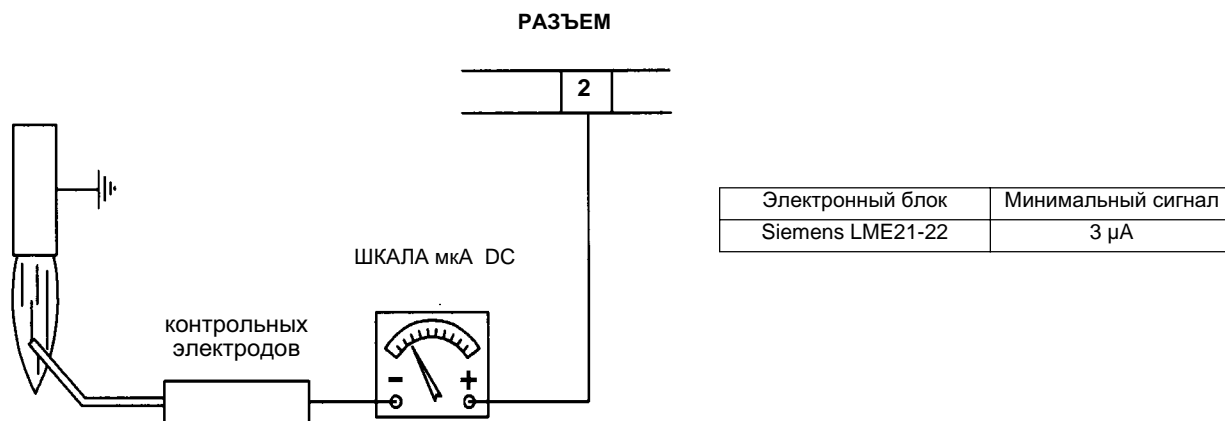
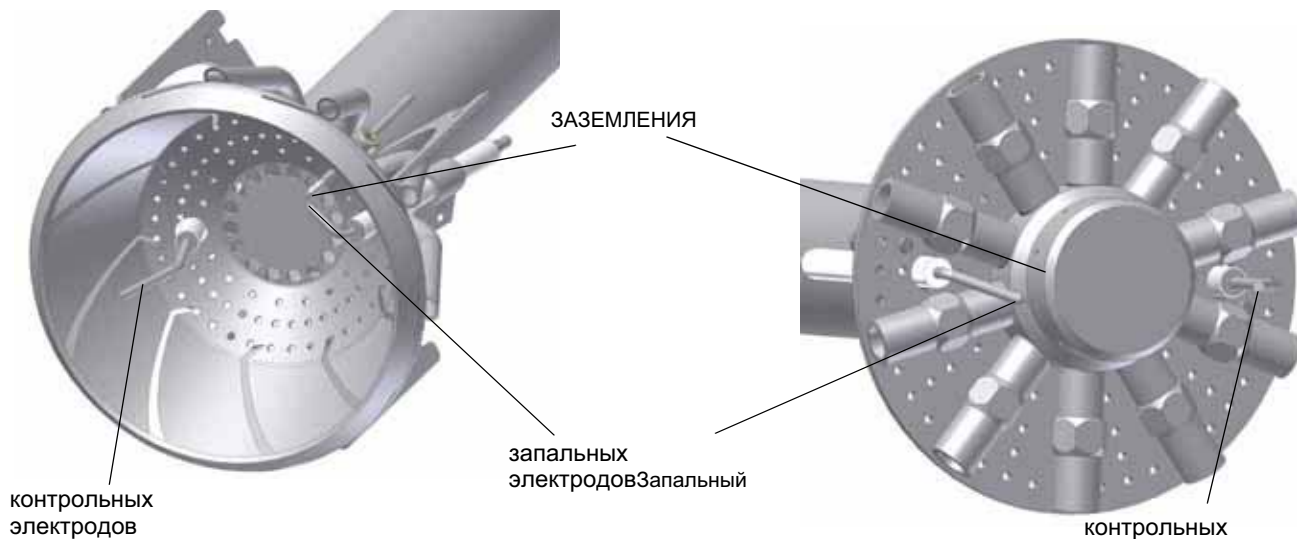

Рис. 64
Рис. 65
- Проверьте запальный и контрольный электроды, очистите, отрегулируйте и, при необходимости, замените (см. Рис. 65). В случае, если у вас есть сомнения, проверьте систему контроля после запуска горелки, следуя схемам на Рис. 64).
В случае блокировки горелки, необходимо провести следующие проверки. Чтобы измерить сигнал детектирования, следуйте схеме на Рис. 64. Если сигнал ниже указанного значения, проверьте положение контрольного электрода, электрические контакты и, при необходимости, замените контрольный электрод.
**ВНИМАНИЕ:** чтобы не подвергать риску работу горелки, избегать контакта запальных и контрольных электродов с металлическими частями горелки (голова сгорания, сопло и т.д.). Проверять положение электродов каждый раз после выполнения каких-либо работ на голове сгорания. Убедиться, что расстояние между запальным электродом и массой составляет 4 - 5 мм. (см. Рис. 65)